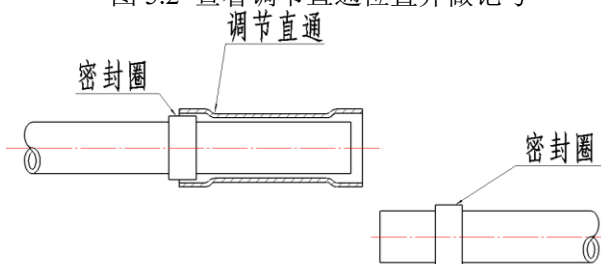

图 5.3 预装密封圈并套入管件
2) 将密封圈预装上管材，并将套入调节直通（如图 5.3）。